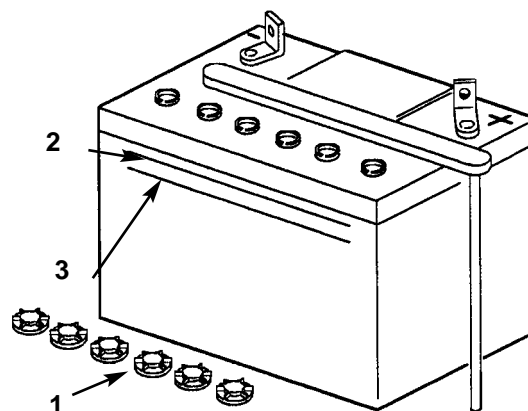

Figure 23
2. Examiner le côté de la batterie. L'électrolyte doit atteindre la marque UP (MAXIMUM) (Fig. 23). Ne pas laisser le niveau baisser au-dessous de la marque LOWER (MINIMUM) (Fig. 23).
2. Dévisser les bouchons de remplissage (Fig. 23).
3. Verser doucement suffisamment d'eau distillée dans chaque cellule de la batterie pour que le niveau atteigne la marque MAXIMUM sur le boîtier (Fig. 23).